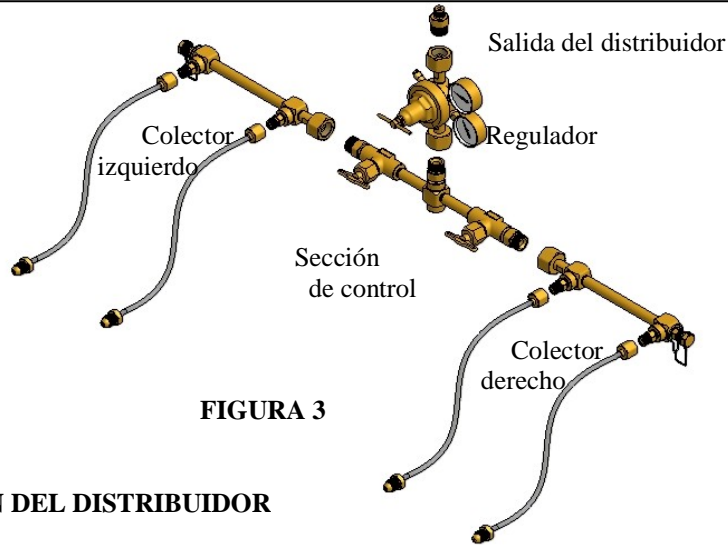

FIGURA 3
1. Realice el montaje del regulador en la sección de control (figura 3).
2. Realice el montaje de los colectores en las entradas de la sección de control como se muestra en la figura 3.